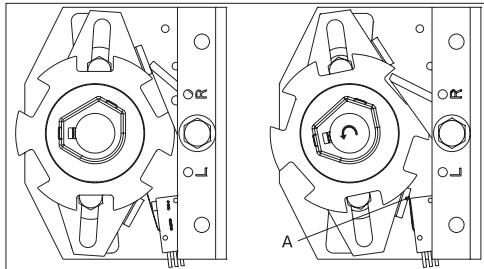

Рис. 47.1
- Микровыключатель, отключающий электропривод при поломке пружин, закрепляется на храповой муфте двумя винтами. Позиционирование выключателя произвести так, чтобы он срабатывал при контакте с выступом А подвижной пластины муфты при ее повороте в случае поломки пружины (см. рис. 47.1). Подключение микровыключателя производится к блоку управления электроприводом по схеме с нормально замкнутым контактом.